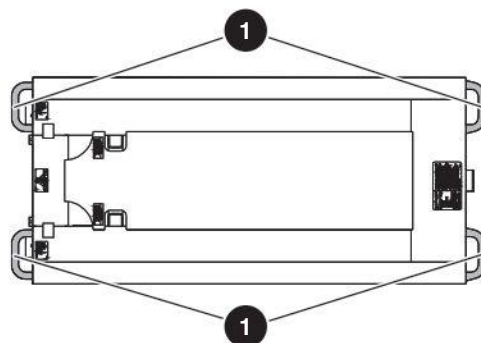
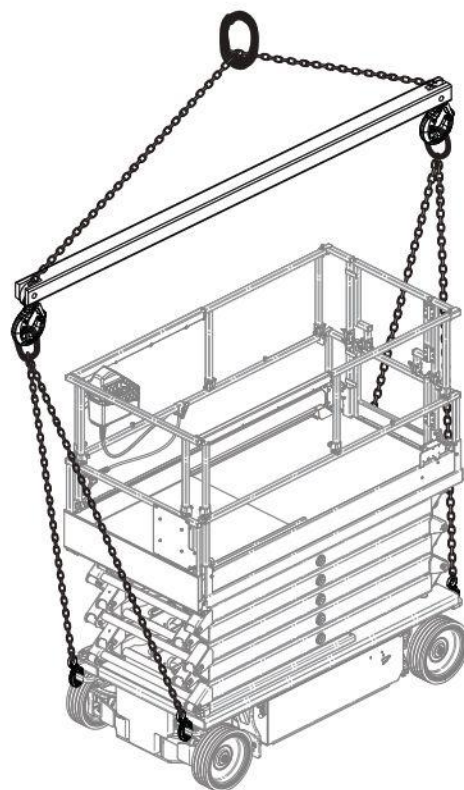
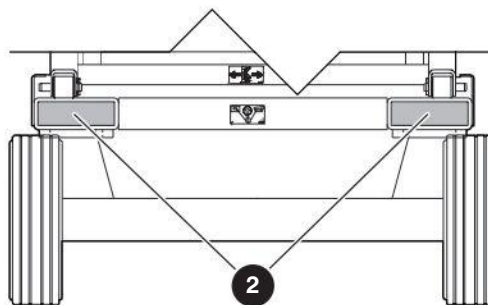

Figura 11 Puntos de sujeción y elevación
Figura 12 Método apropiado para levantar la plataforma
Figura 13 Cavidades para montacargas
- Conecte los elementos de anclaje en los **cuatro puntos de elevación 1** o levante con las horquillas en las **cavidades para montacargas 2**. Consulte la Figura 11, Figura 12, y Figura 13.
Cuando transporte la plataforma aérea MEWP, debe estar acoplada a la plataforma de un camión o remolque. Utilice los puntos de sujeción disponibles ① para acoplar la plataforma aérea MEWP. Consulte la Figura 11. En caso contrario, existe el riesgo de muerte o lesiones graves.
- Sujete la plataforma aérea MEWP al vehículo de transporte usando los cuatro **puntos de sujeción** ①. Consulte la Figura 11.